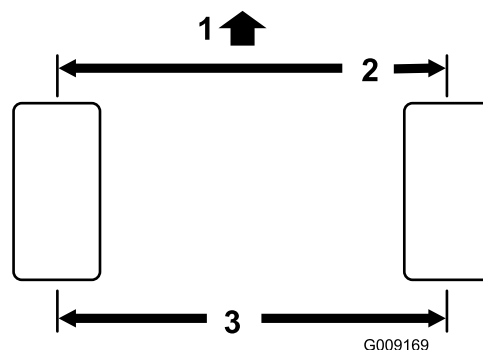

图 68
1. 测量前、后转向轮胎中心到中心轮轴高度的距离。前面测量值必须要比后面测量值短 3mm (图 68)。